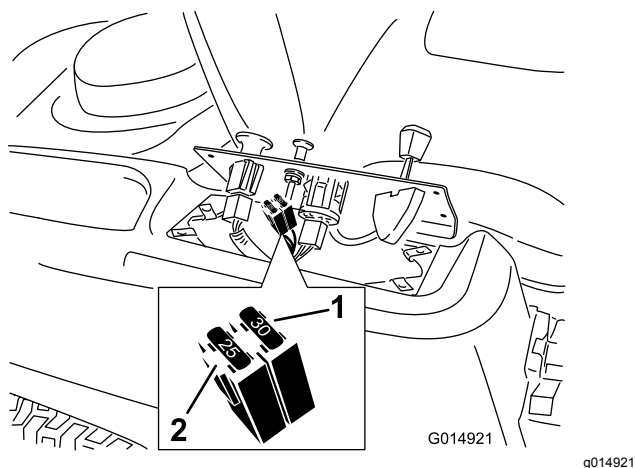

Figura 54
2. Levante el panel de control para tener acceso al arnés de cables principal y al bloque de fusibles (Figura 54).
3. Para cambiar un fusible, tire del mismo para retirarlo (Figura 54).